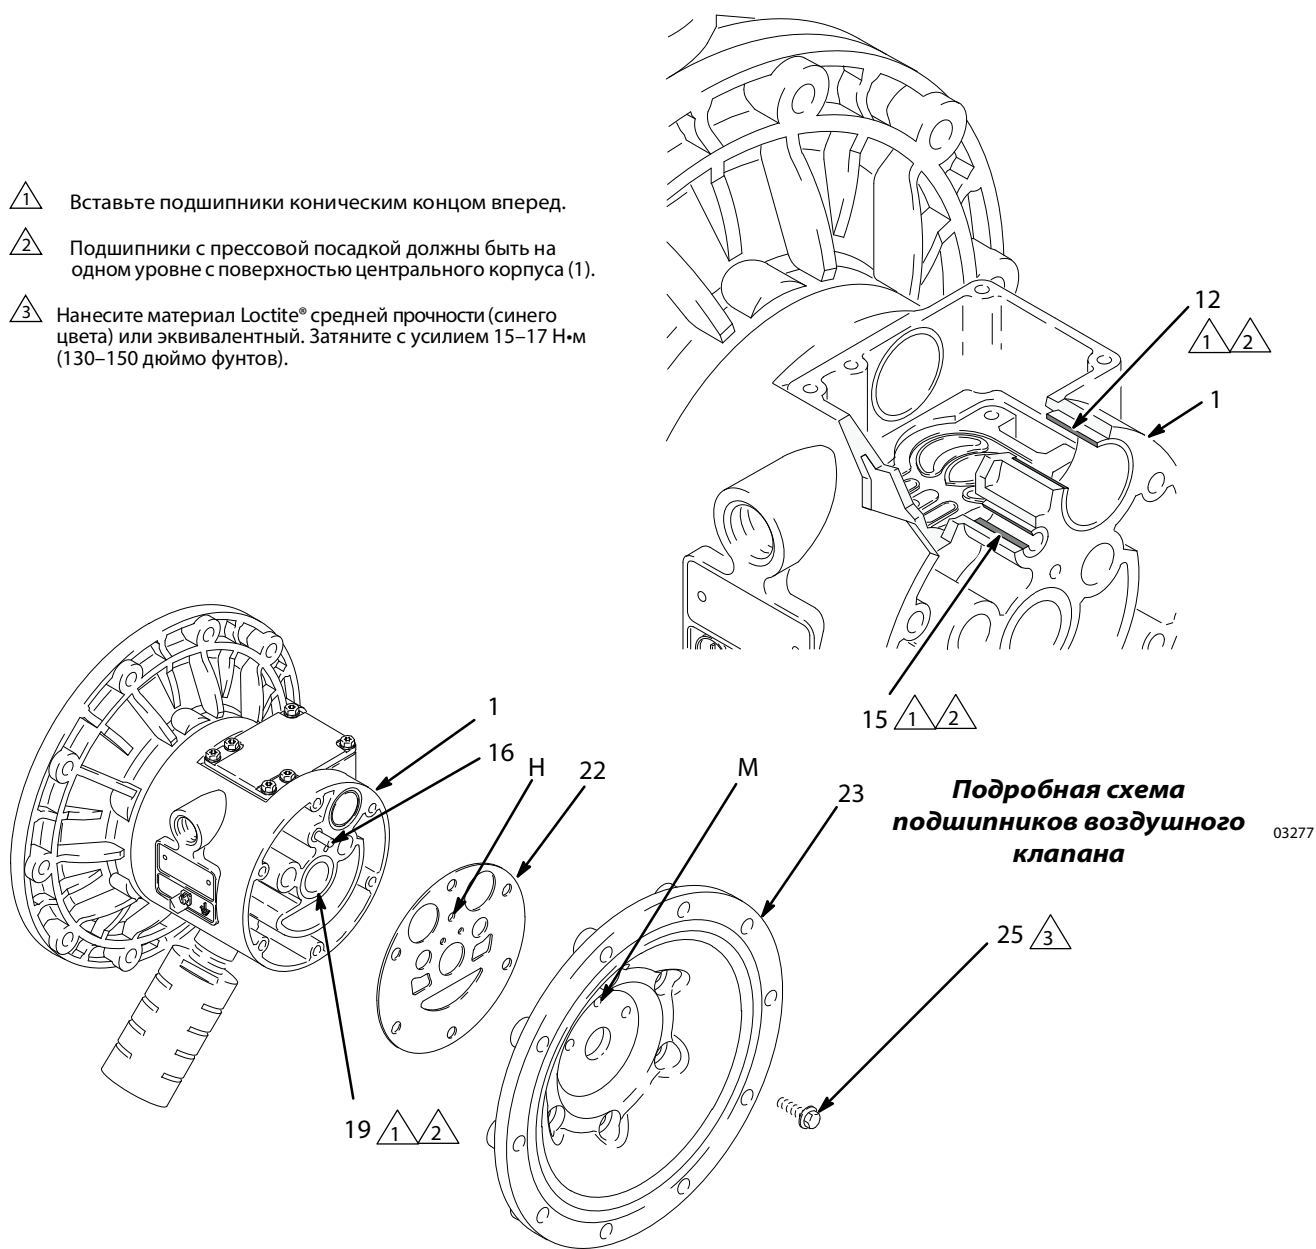

рис. 14. _____
- ПРИМЕЧАНИЕ:** Если необходимо снять только подшипник (19) вала мембраны, пропустите действие 4.
5. С помощью торцевого ключа на 10 мм выкрутите винты (25), крепящие крышки (23) воздушной секции к центральному корпусу (1). См. рис. 14.
6. Извлеките прокладки (22) крышки воздушной секции. Всегда заменяйте прокладки новыми.
7. С помощью съёмника подшипников снимите подшипники (19) вала мембраны, подшипники (12) воздушного клапана или подшипники (15) направляющих штифтов. Не снимайте неповрежденные подшипники.
1. Если уплотнения П-образного сечения (402) вала были извлечены, установите их на место так, чтобы их кромки были обращены из корпуса (1) **наружу**.
2. Подшипники (19, 12 и 15) имеют коническую форму, поэтому установить их можно только одним способом. Вставьте подшипники в центральный корпус (1) **коническими концами вперед**. Используя пресс или блок с резиновым молотком, установите подшипник с прессовой посадкой так, чтобы он был на одном уровне с поверхностью центрального корпуса.
4. Выровняйте новую прокладку (22) крышки воздушной секции так, чтобы направляющий штифт (16), выступающий из центрального корпуса (1), прошел через соответствующее отверстие (Н) в прокладке..
5. Нанесите на резьбу винтов (25) материал Loctite® средней прочности (синего цвета) или эквивалентный. Выровняйте крышку (23) воздушной секции так, чтобы направляющий штифт (16) попал в среднее отверстие (М) из трех небольших отверстий, расположенных у центра крышки. Вкрутите винты (25) и затяните их вручную. См. рис. 14. С помощью торцевого ключа на 10 мм затяните винты равномерно на одинаковой высоте друг напротив друга с усилием 15–17 Н•м (130–150 дюймо-фунтов).